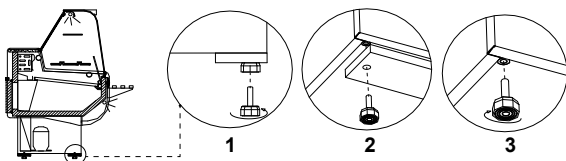

Abb.2 Entfernen der Holzbühne
- Die Anlage auspacken und das Holzpodest, dass auf der Grundlage vorhanden ist, entfernen Abb.2 (S.23)